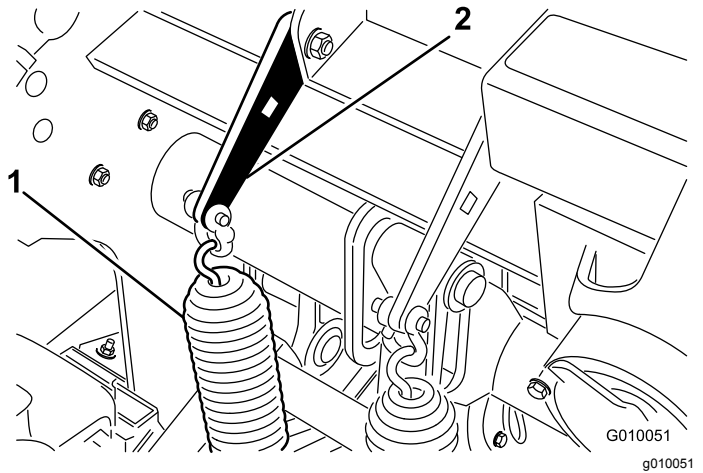

图29
2. 松开将弹簧支架固定到打孔头上的机架螺栓和螺母图29。不要卸掉螺栓和螺母。